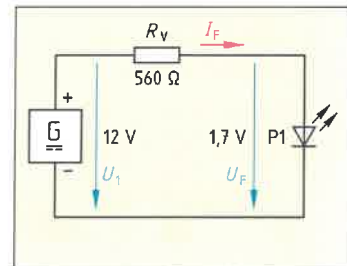

Bild 2: Leuchtdiode an Spannung
4. Manchmal kann man einen Strom nicht direkt messen, sondern indirekt mithilfe einer Spannungsmessung. Beschreiben Sie für **Bild 2** die indirekte Bestimmung des Stromes I_F .